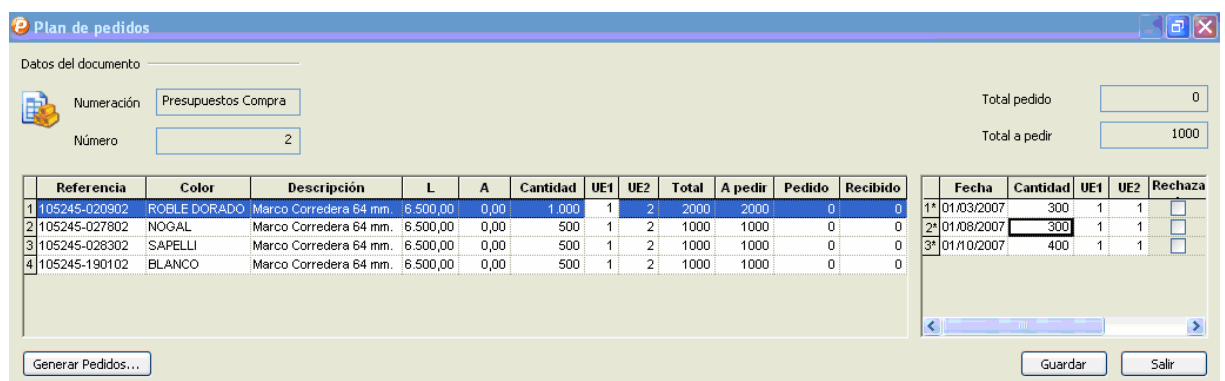

Figura 3. Plan de pedidos. Con la línea 1 configurada.
3. En esta pantalla vamos a configurar para cada línea del presupuesto cuando queremos recibir sus materiales. Esto se hace mediante la tabla de la parte derecha. Por ejemplo, en la primera línea tenemos 1000 barras de la referencia 105245-020902 de color ROBLE DORADO de longitud 6500 y queremos recibir 300 barras en marzo de 2007, otras 300 en agosto de 2007 y 400 en octubre de 2007. Entonces insertaremos 3 líneas en la tabla de la derecha con sus respectivas fechas. En la figura 3 se muestra como queda la tabla de la derecha.